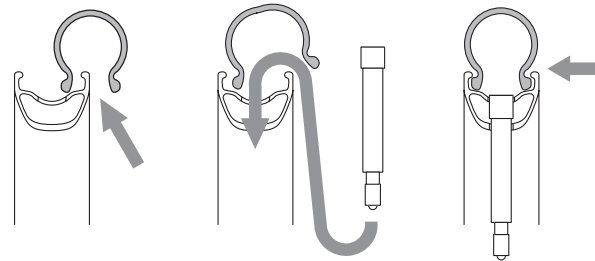

図2
- 片側のビードをリム内側の溝に、バルブの反対側から落とし込みます(図2)。